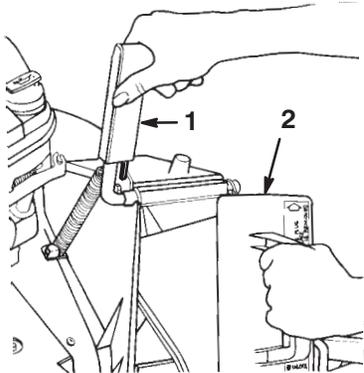

Figure 5
2. Tirez le volet d'éjection en arrière pour l'ouvrir (Fig. 5).
4. Insérez l'obturateur en le tournant légèrement dans le sens horaire (Fig. 5).